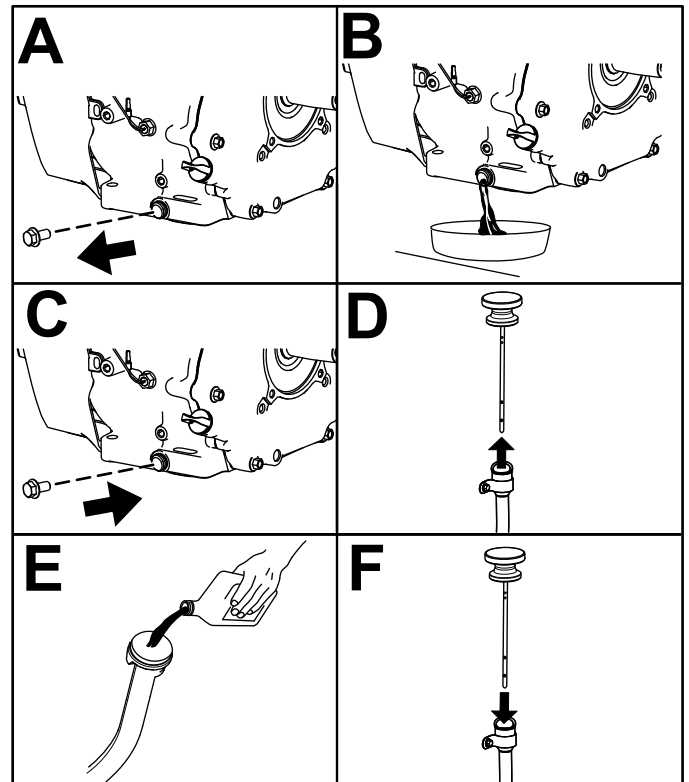

Figura 42
6. Cambiate l'olio motore come mostrato nella Figura 42.